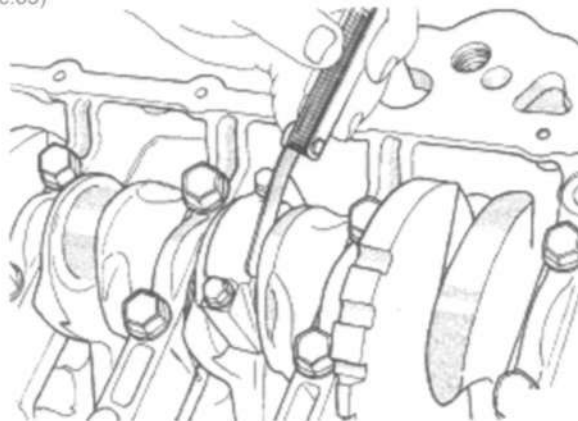

Рис. 65 Проверка бокового зазора шатуна.
- (9) Затянуть болты моментом 54 Н·м + 1/4 оборота.
- (10) При помощи щупа проверить боковой зазор шатуна (Рис.65)